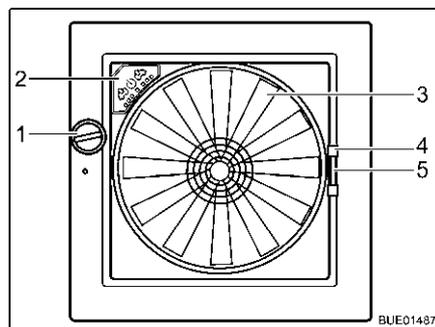

Bild 94 Dachhaube Omni-Vent
**Öffnen:** ■ Drehknopf (Bild 94,1) drehen, bis der gewünschte Öffnungswinkel erreicht ist.
**Schließen:** ■ Drehknopf (Bild 94,1) drehen, bis Dachhaube vollständig geschlossen ist.
**Schließen:** ■ Insektenschutz am Griff (Bild 94,4) zur gegenüberliegenden Rahmenseite ziehen.
- Griff (Bild 94,5) der Verdunklung zusammendrücken.
**Ventilator** Wenn die Dachhaube geöffnet ist, kann der Innenraum mit dem 6-stufigen Ventilator (Bild 94,3) und entlüftet werden. Der Ventilator wird am Bedienfeld (Bild 94,2) bedient.